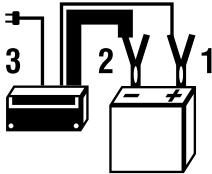

Fig. 3 – Sequência para ligar o carregador
- c. Conecte a garra vermelha do carregador no polo positivo da bateria (posição 1 da Fig. 3).
- d. Conecte a garra preta do carregador no polo negativo da bateria (posição 2 da Fig. 3).
- e. Conecte o plugue na tomada (posição 3 da Fig. 3).